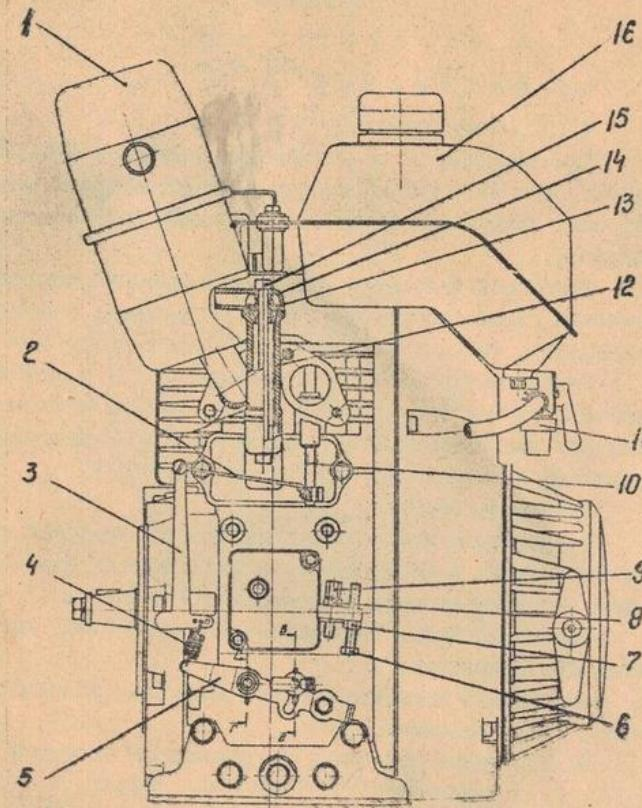
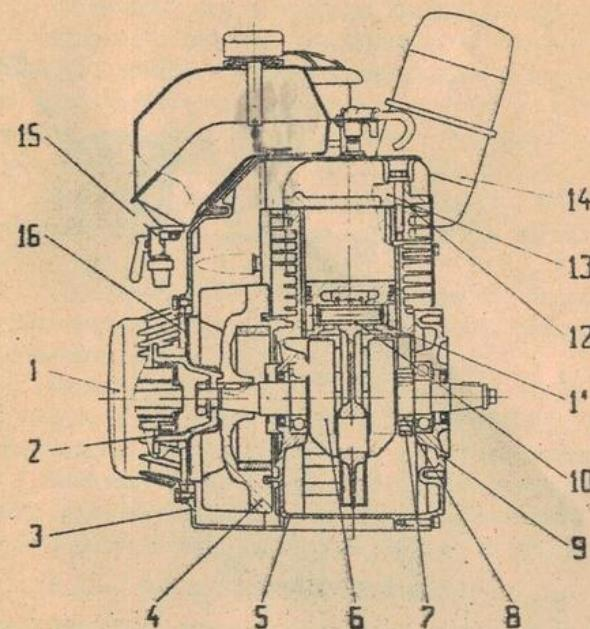
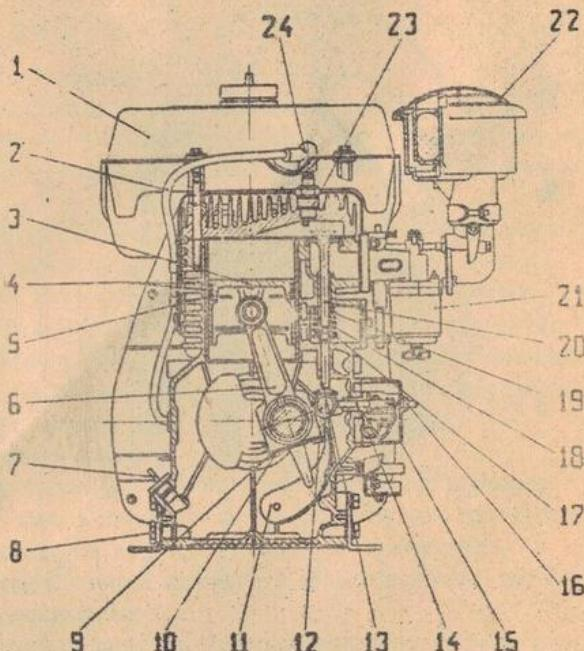

Рис. 7 Двигатель АЛН-330В (вид слева)
Рис.8 Двигатель АИН-330В
Рис. 9 Двигатель АЛН-330В
Устанавливаемый на мотоблоках двигатель АИН-330В (рис.7, 8 и 9) – одноцилиндровый, карбюраторный, четырехтактный, воздушного охлаждения с нижним расположением клапанов.
Остов двигателя и кривошипно-шатунный механизм состоит из картера 5, крышки картера 9 и головки цилиндра 3 (рис.8), отлитых из алюминиевых сплавов.
Кривошипно-шатунный механизм – преобразует возвратно-поступательное движение поршня во вращательное движение коленчатого вала. Он состоит из цилиндра, коленчатого вала 6 (рис.8), шатуна 6 (рис.9), поршня в сборе с кольцами 4 (рис.9), поршневого пальца 10 (рис.8) и маховика-вентилятора 4 (рис.8).
Шатун - отлит под давлением из специального алюминиевого сплава. Нижняя головка шатуна разъемная. Шатун устанавливается на шейке коленчатого вала без подшипника скольжения и закрепляется с помощью болтов 10 (рис.9). Момент затяжки болтов 20 Нм (2 кг.м).
Поршень отлит из алюминиевого сплава. На поршне два компрессионных 4 и одно маслосъемное кольцо 5 (рис. 9.).
Палец 10 (рис.8) стальной пустотелый. Посадка в шатуне скользящая, а в поршне - плотная, фиксируется пружинными кольцами.
Маховик-вентилятор 4 (рис.8) - отлит из чугуна. Он обеспечивает вывод поршня из мертвых точек, подачу охлаждаемого воздуха к цилиндру и головке двигателя.
Двигатель имеет нижнее расположение клапанов и состоит: из распределительного вала 12, толкателей 13, клапанов 20, пружины клапана 18, тарелки пружины клапана 17 и втулки: направляющих клапанов 19 (рис.9).
Распределительный вал 12 (рис.9) - чугунный, отлит совместно с ведомой шестерней газораспределения.
Толкатели 13 (рис.9) - стальные, грибовидные с плоской тарелкой.
При вращении коленчатого вала, черпалка имеющаяся на крыльце шатуна погружается в масло и разбрызгивает его. Для направления брызг к цилиндуру, в картере закреплен жалобок II (рис.9) из листовой стали. Заливка масла в картер и контроль за его уровнем производится через пробку 7 (рис.9).
Вентиляция картера осуществляется при помощи сапуна, который состоит из: корпуса 12, крышки 14 и диафрагмы 13 (рис.7).
Двигатель имеет воздушную принудительную систему охлаждения. В неё входит маховик-вентилятор 4 и направляющие кожуха 3 (рис.8).
В систему питания входят: топливный бак 16 (рис.7), кран-отстойник II (рис.7), карбюратор 21 (рис.9), регулятор частоты вращения (рис.11) и воздухоочиститель 22 (рис.9).
Карбюратор 21 (рис.9) - однокамерный, горизонтального типа с центральной поплавковой камерой и управлением дроссельной заслонки от центробежного регулятора.
Воздухоочиститель 22 (рис.9) - инерционно-масляный.
4.1.7. Система зажигания состоит из свечи зажигания, маховичного магнето, контактов прерывателя, конденсатора и выключателя зажигания 16 (рис.9.).
Прерыватель закреплен на картере двигателя и закрыт крышкой 15 (рис.9). Контакты прерывателя размыкаются через толкателем 14 (рис.9) плунжерного типа от кулачка, расположенного на распределительном валу.